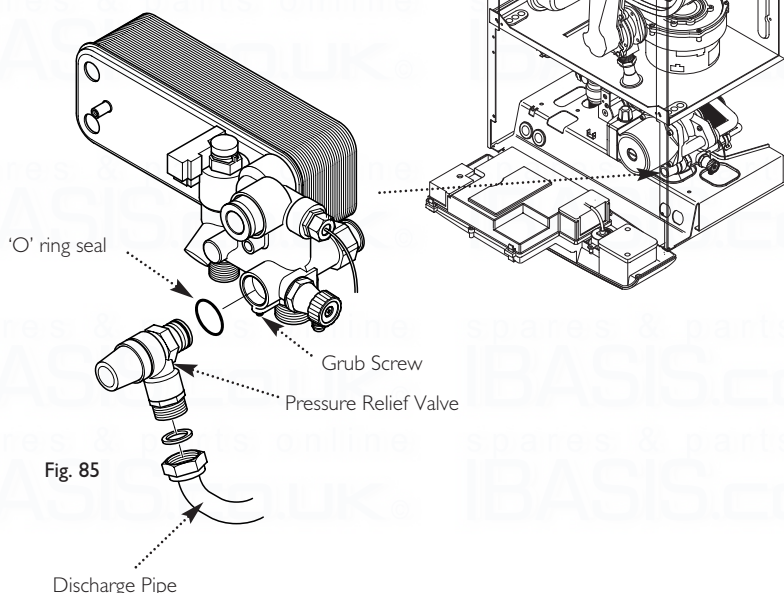

Fig. 85
14.18 Pressure Relief Valve (Fig. 85)